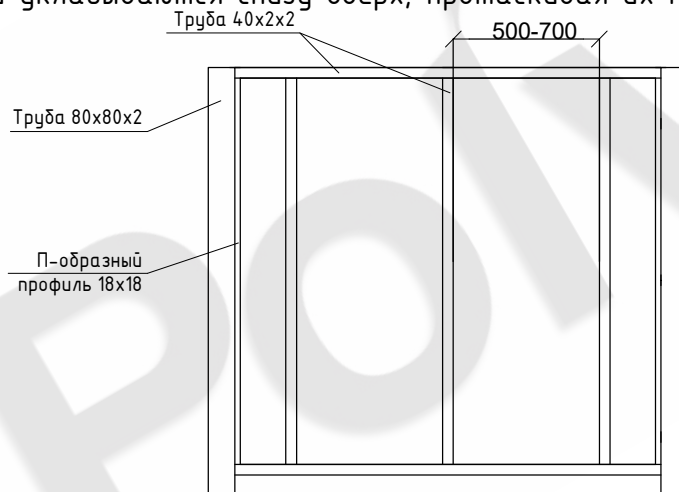

Рис. 11 Каркас забора
- Монтаж ограждения начинается с установки столбов. В качестве столбов можно использовать меллическую профильную трубу 80х80х2, кирпичные столбы и монолитные столбы. (Рис. 11)